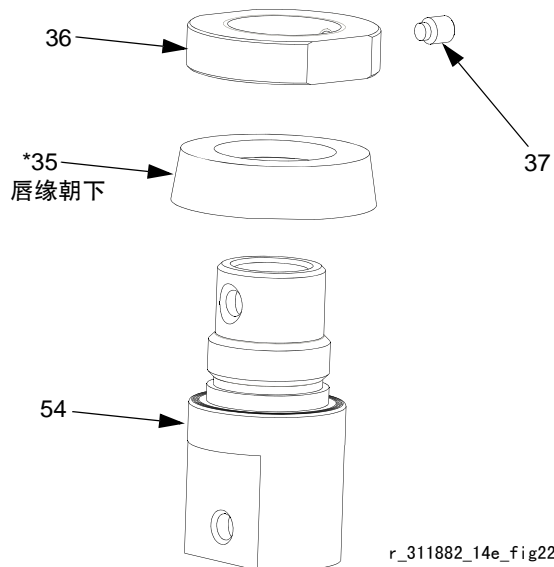

图 22
10. 从轴环 (36) 上拧下定位螺钉 (37)。从活塞壳体 (54) 上拆下轴环。拆下 U 形圈 (35*)。检查所有零配件是否损坏。参见图 22。